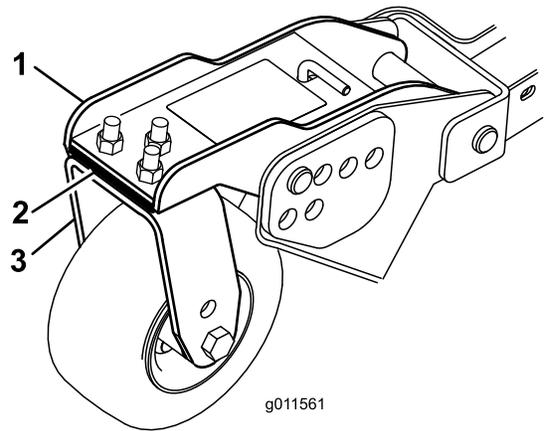

Рисунок 33
- Отрегулируйте количество 3-миллиметровых регулировочных прокладок на рычаге (рычагах) передних поворотных колес так, чтобы высота скашивания соответствовала указанному на наклейке значению (Рисунок 33).
3. Если внутренняя кромка бокового режущего блока находится слишком высоко по отношению к наружной кромке переднего режущего блока, снимите одну регулировочную прокладку с нижней части рычага переднего внутреннего поворотного колеса на боковом режущем блоке (Рисунок 33).